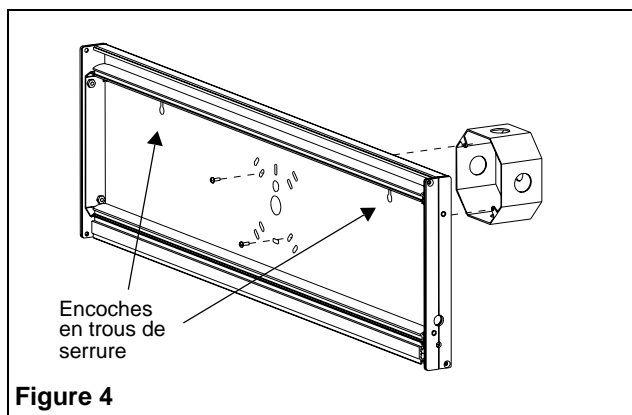

Figure 4
- Visser la face arrière à la boîte de jonction en utilisant les vis de la boîte de jonction (voir fig. 4). Pour plus de solidité, utiliser les encoches en trous de serrures.